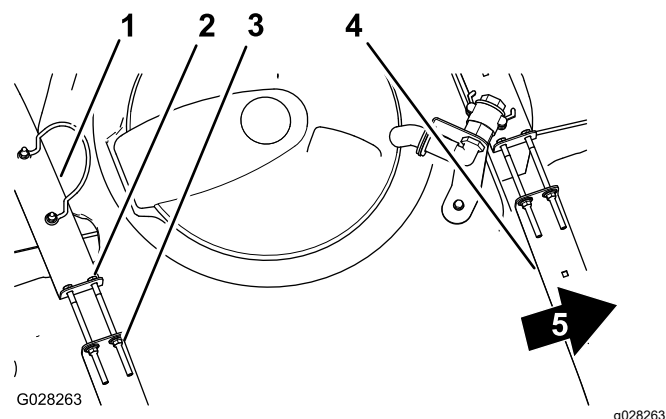

Рисунок 33
3. Если хомуты вокруг бака ослаблены, затяните фланцевые контргайки и болты в верхней части хомутов заподлицо с поверхностью бака (Рисунок 33).
2. Убедитесь в отсутствии люфта между хомутами и баком (Рисунок 33).